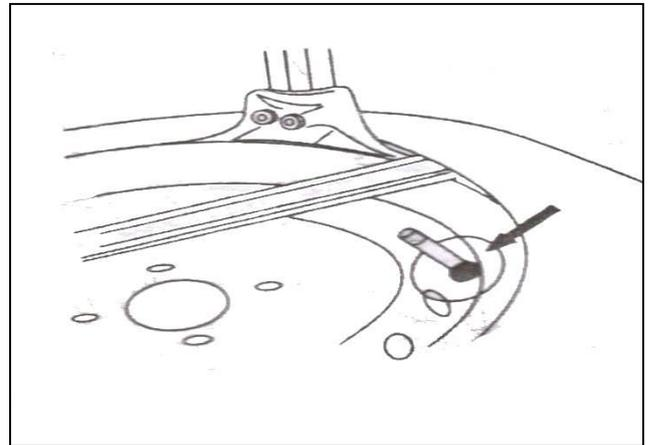

図 20
4.1.4 ウェイトハンマー等を使って、バランスウェイトを全てを外します。(図 20). ターンテーブル回転ペダル (図 2-11) を踏み込み、全てのバランスウェイトが取外されるまで時計回りに回転させます。チューブ付きタイヤの場合、チューブへのダメージを避ける為にタイヤ取外し時にはタイヤのバルブを、バルブナットが外れない程度に最大限緩めてホイールの中に手で押し込んで下さい。タイヤの取外し作業中にトラブルが発生してしまった場合、ペダルから足を離してテーブルを止め、ターンテーブルを反時計回りに回します。